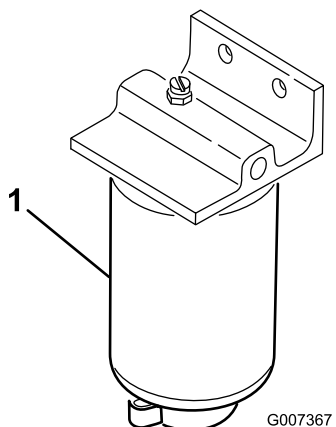

Figure 39
1. Placez un bac de vidange propre sous le filtre à carburant (Figure 39).